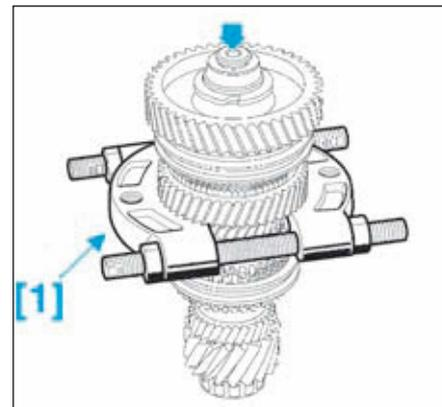

FIG.25
- Déposer, à l'aide d'une presse et d'un décolleur [1] l'ensemble "bagues - pignons - moyeux" en prenant appui sous le pignon de 2^e (Fig.25).